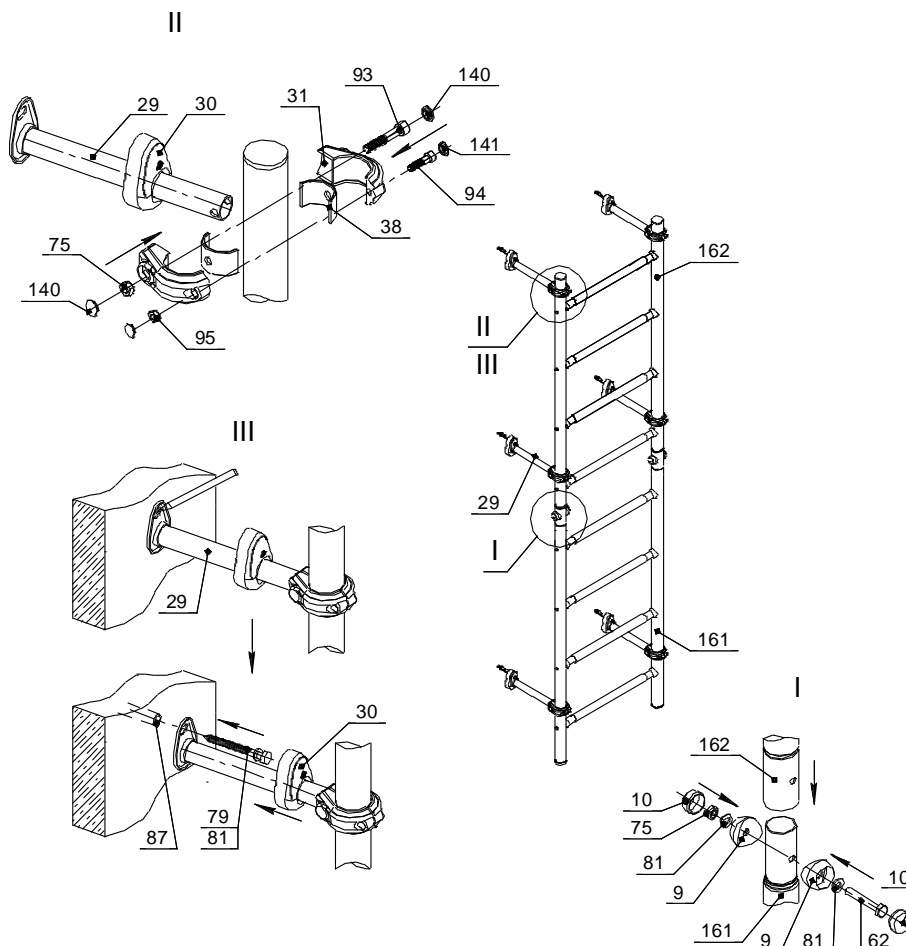

Рис. 2
- III. Приставить лестницу к стене. Разметить и просверлить 6 отверстий по диаметру дюбеля поз.87 глубиной не менее длины шурупа поз.79; вставить в отверстия и забить дюбели поз. 87. Приставить лестницу к стене и закрепить (рис.2).